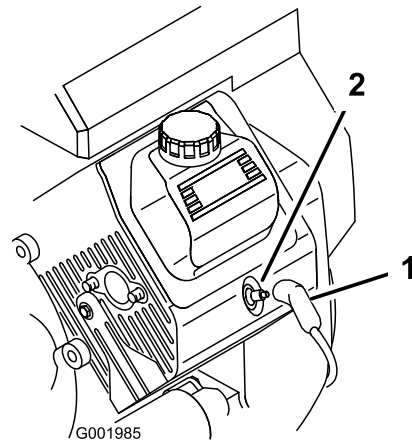

Figura 53
3. Desconecte los cables de las bujías (Figura 53).
3. Conecte los cables a las bujías (Figura 53).